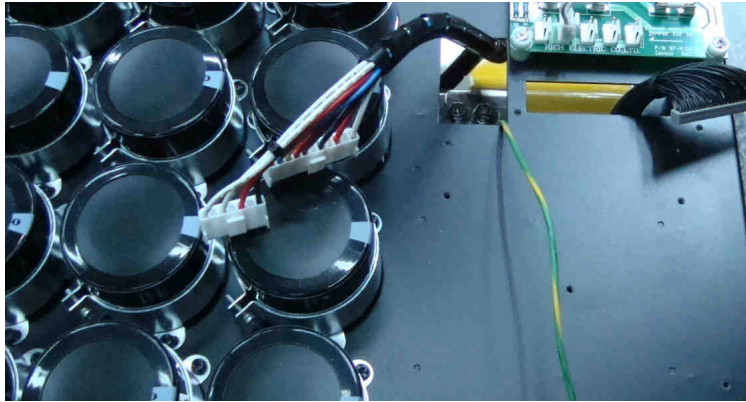

Рис. 7.20.
- пропустить через прорези в корпусе блока конденсаторов жгут платы ЦП, жгут платы предохранителей и провод заземления (рис. 7.20).